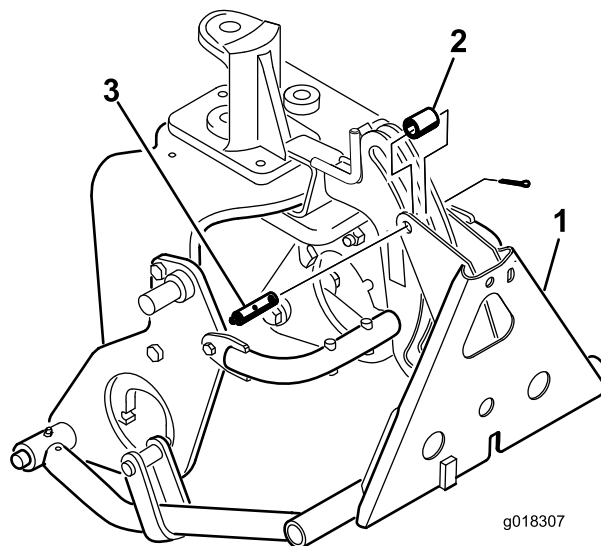

Рисунок 12
3. Закрепите верх корпуса гидроцилиндра на оси на правой торцевой плите посредством стопорного кольца (Рисунок 12). Отверстия гидроцилиндра должны быть обращены вперед.
4. Прикрепите шток гидроцилиндра к планкам толкающего рычага с помощью оси и 2 стопорных колец (Рисунок 12).